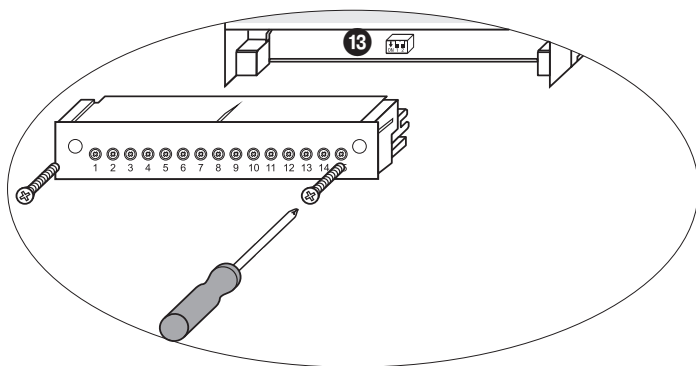

Fig. 9
- **Untere Klemmleiste:** Rechts und links Befestigungsschrauben lösen und Klemmleiste abziehen. **Fig. 9**